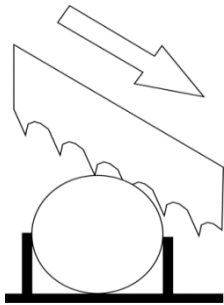

Abb. 8-9: Schnittrichtung des Sägebands
- Das neue Sägeband anbringen, indem es zunächst zwischen die Blöcke und dann in die Laufringe der Schwunzscheiben gelegt wird. Dabei auf die Schnittrichtung der Zähne achten (Abb. 8-9).